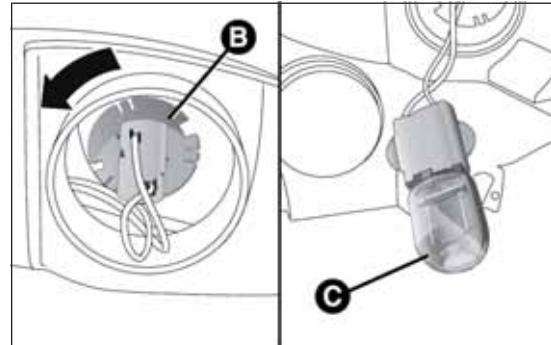

fig. 171
- ruotare in senso antiorario il portalampada B fig. 171, estrarre la lampada C e sostituirla;